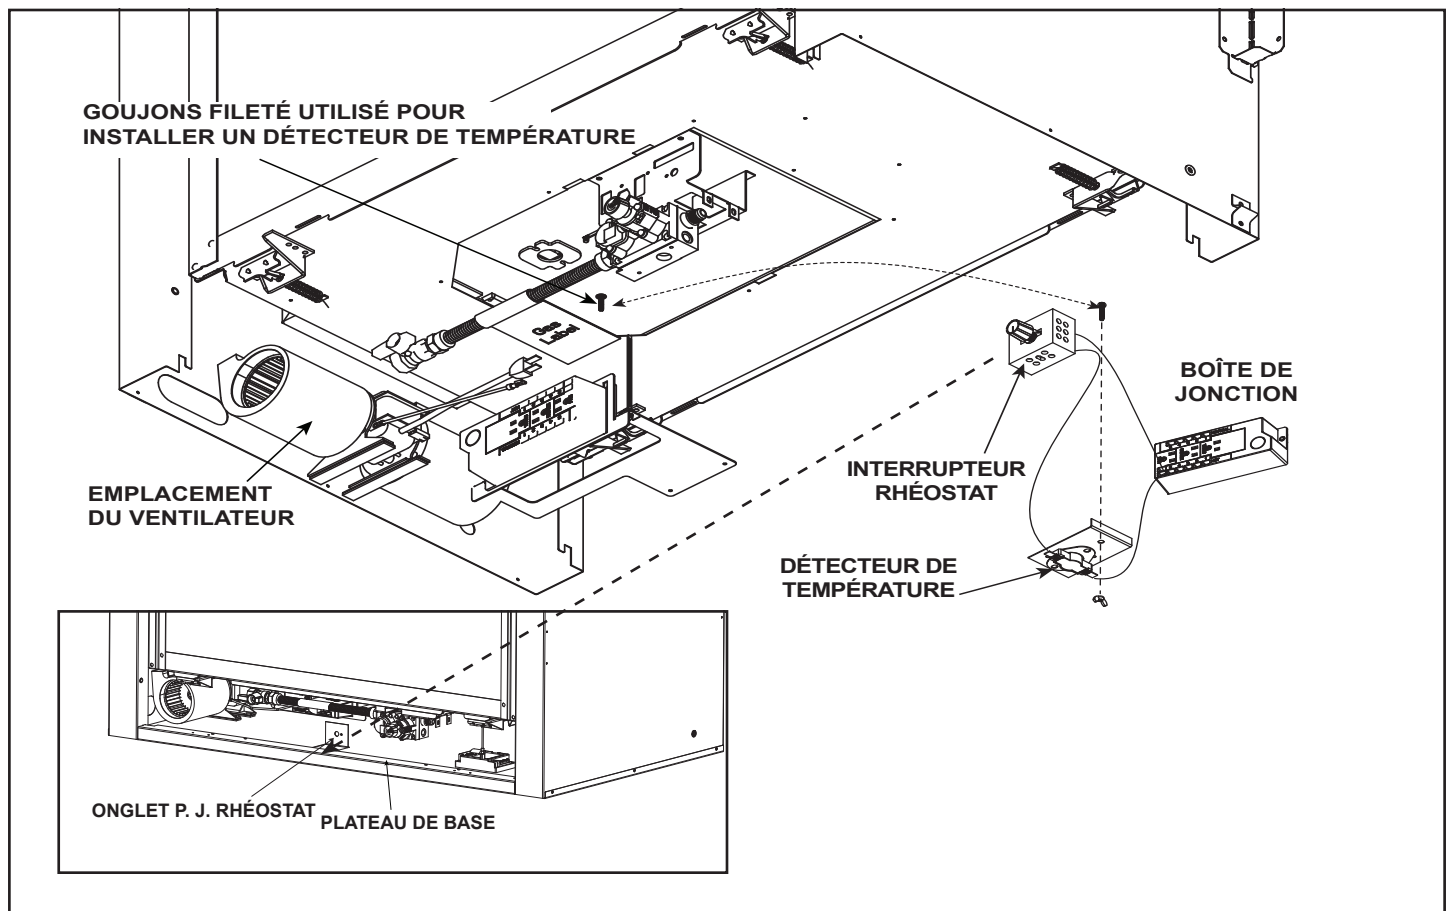

Figure 8.4 Emplacement du ventilateur, Branchement du ventilateur et du rhéostat
1. Installez et branchez le ventilateur dans l'appareil comme indiqué dans les figures 8.4 et 8.5.
3. Fixer le rhéostat à l'onglet p.j rhéostat. L'onglet se rabat sur le plateau de base de l'appareil. Voir la figure 8.4.
2. Placez le ventilateur comme indiqué à la figure 8.4.
Si le ventilateur n'est pas installé pour fonctionner avec le IFT-RC400, le détecteur de température devra être installé. Voir la figure 8.4. pour l'emplacement du détecteur de température et le contrôle du ventilateur.
- Installez un interrupteur rhéostat à l'emplacement indiqué à la figure 8.4.